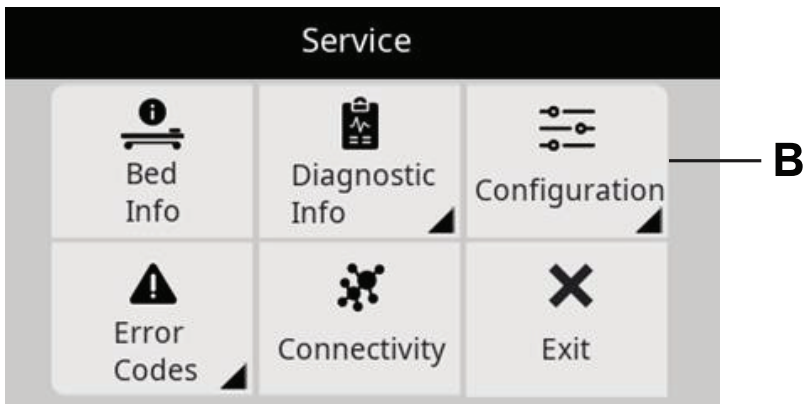

図 5 – ProCuityサービスメニュー
3. サービスメニューを表示し、**設定 (B)** を選択します (図 5)。